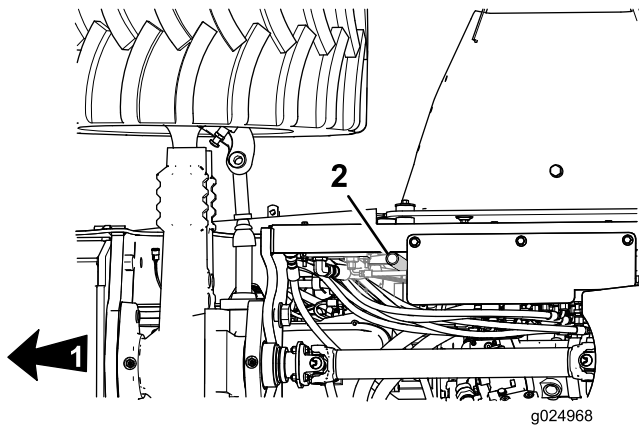

Рисунок 72
- Проверьте трубку сапуна картера двигателя (Рисунок 72) на наличие осадка, загрязнений или льда внутри трубки.